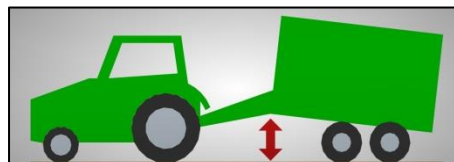

Bild 8: Deichselverstellung
- im angekuppelten Zustand der Maschine die vordere Maschinenhöhe angepasst werden (Bild 8).